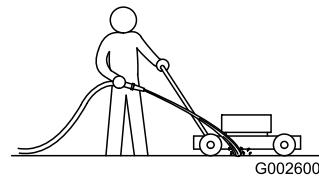

Figura 31
1. Com o motor funcionar numa superfície pavimentada lisa, deixe correr água em frente da roda traseira **direita** (Figura 31).